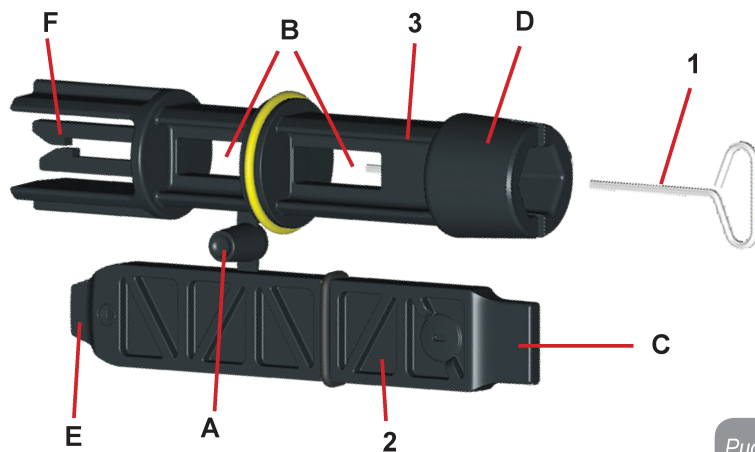

Рисунок 23
- 1 - металлический ключ с шестигранным сечением (Рис.23 – 1);
- 2 - пластиковый плоский ключ (Рис.23 – 2);
- 3 - пластиковый цилиндрический ключ (Рис.23 – 3);
Ключ “1” вставляется в конец “D” ключа “3”. При первом использовании нужно разделить 2 пластиковых ключа “2” и “3”, которые поставляются соединенными перемычкой (Рис.23 – А):